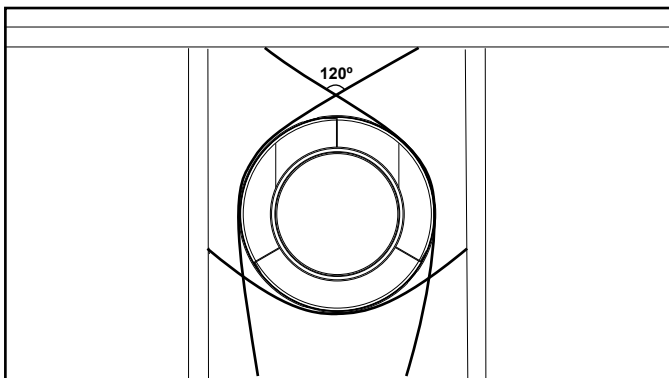

Figure 10.5 Fixation des sections verticales du conduit
- Des supports de conduit ou des courroies de plombier (écartés de 120°) peuvent être utilisés pour supporter les tronçons. Voir les figures 10.5 et 10.6.